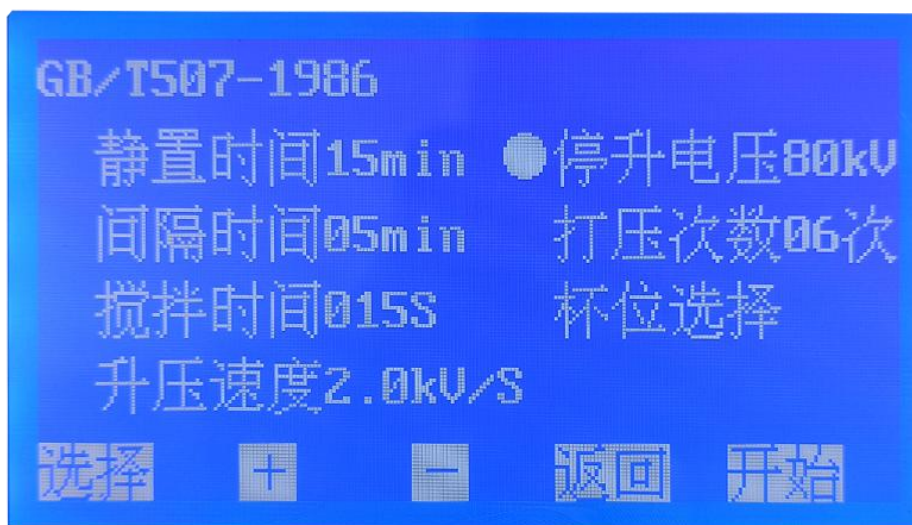
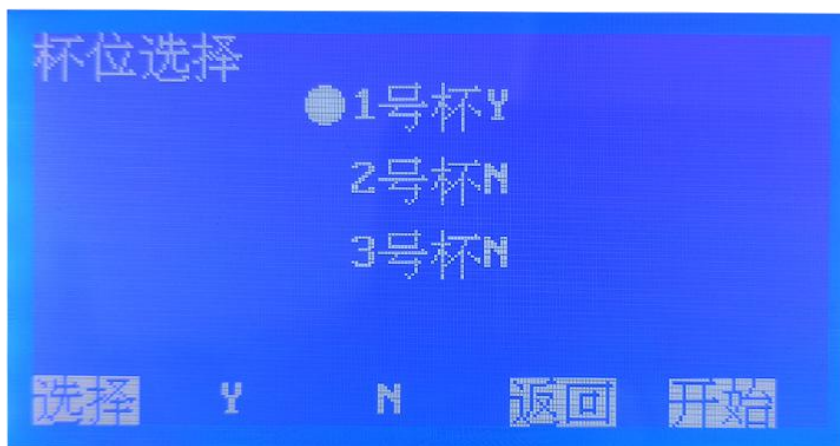

图 3. GB/T507-1986 子页面
图 4. 杯位选择界面
3. 在图 2 页面下，按 **选择** 键移动光标 **√** 至 **GB/T507-1986** 处，按 **确认** 键即可进入国标 **GB/T507-1986** 设置子页面（图 3）。
在图3页面下,按 **+** 或 **-** 键设置 **停升电压**,其默认值是 80 kV,可选范围 10 kV~80 kV (档位增量 10 kV)。选择好停升电压后,按 **选择** 键移动光标至杯位选择图 4, Y 为选中杯位, N 为取消杯位。每次试验前必须选择杯位方可试验。选择好杯位后,按 **开始** 键进行测试。
4. 在图2页面下,按 **选择** 键移动光标 **√** 至 GB/T507-2002 处,按 **确认** 键即可进入国标 GB/T507-2002 设置子页面 (图 4)。